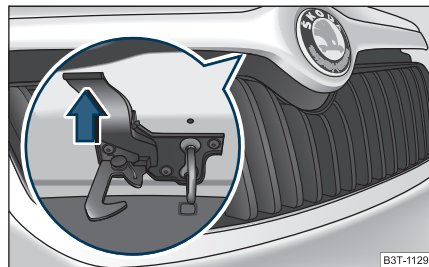

Fig. 201 Calandre: Levier de fixation
- Appuyez sur la fixation ⇒ fig. 201, le capot est déverrouillé.